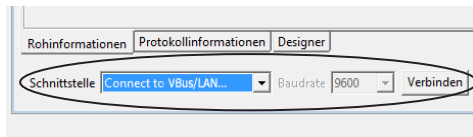

Abb. 2
- ➔ Im Drop-Down-Menü **Schnittstelle** unten auf der Seite **Connect to VBus/LAN** auswählen und **Verbinden** anklicken (Abb. 2)